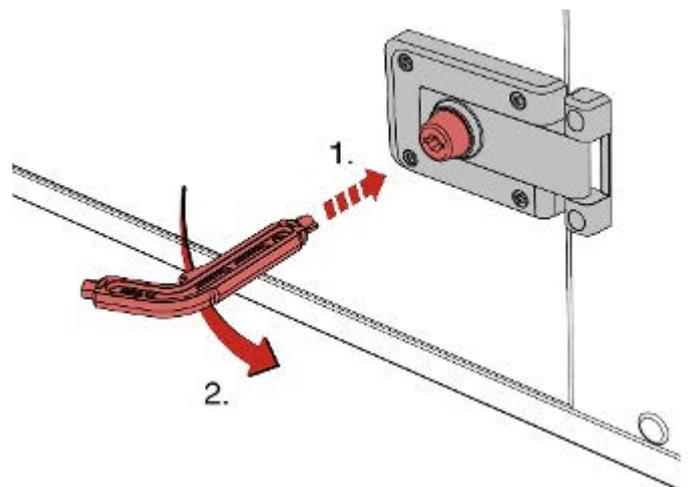

Fig. 12: Abrir la cerradura
- ▶ Gire la llave o la palanca de mando 90° en sentido contrario a las agujas del reloj (Fig. 12).